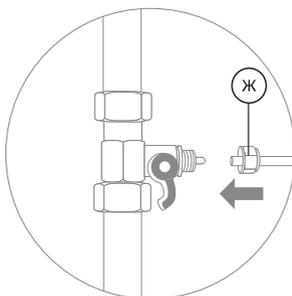
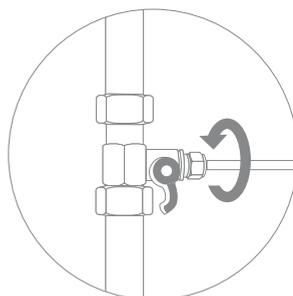

Рис. 15
Рис. 16
2. В гайку (Ж) проденьте зеленую пластиковую трубку, идущую на вход в фильтр (рис. 15). Конец трубки наденьте на штуцер адаптер-вентилья до упора и плотно накрутите гайку (рис. 16).